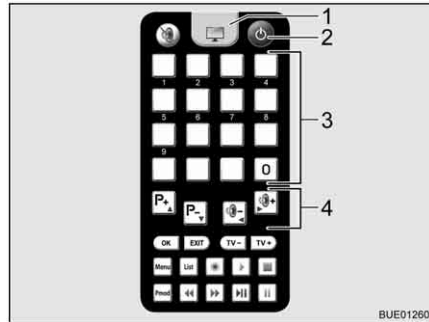

Fig. 33 Mando a distancia del televisor
- Pulsar la tecla "⏻" (Fig. 33,2) del mando a distancia para el televisor. La instalación conmuta al modo de búsqueda. Suena un pitido permanente.
- Para cambiar a la recepción de televisión, pulsar la tecla de televisión (Fig. 33,1) del mando a distancia para el televisor. El pitido cesa. Aparece una imagen en la pantalla.
- Seleccionar la emisora deseada con las teclas de memoria (Fig. 33,3) del mando a distancia para el televisor o con las teclas de función (Fig. 33,4).